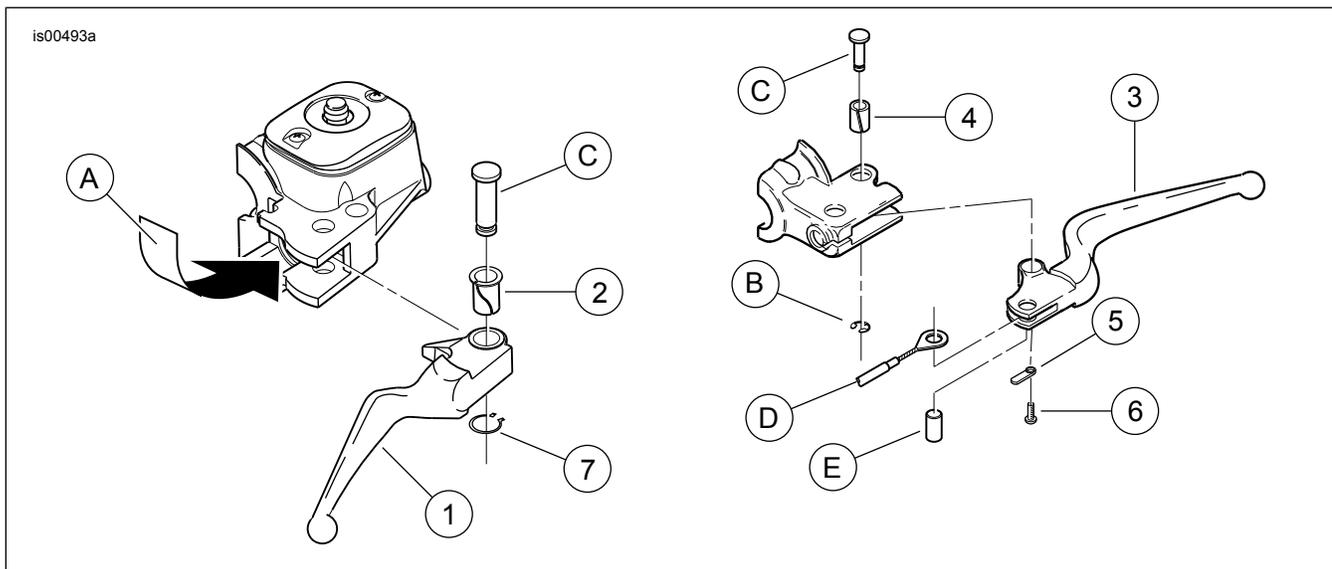

Figure 2. Pièces détachées : kits de levier de commande
Voir Figure 2 et Tableau 1.
2. Voir Figure 2 et MAÎTRE-CYLINDRE DE FREIN AVANT dans le Manuel d'entretien. Retirer l'anneau de retenue (B) de la rainure dans la goupille à pivot (C). Inspecter l'anneau de retenue (numéro de pièce 11143) et le remplacer si nécessaire.
4. Insérer la bague de levier à pivot (2) du kit dans le nouveau levier de frein (1).